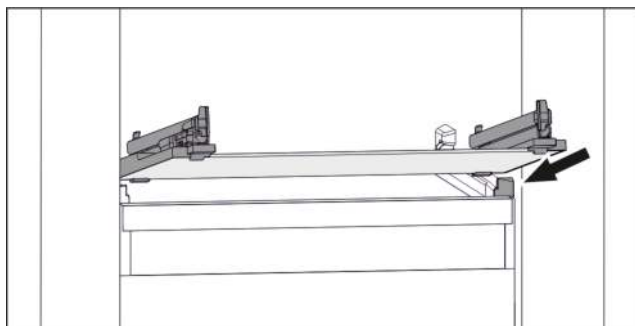

Fig. 132 Beispielhafte Darstellung der Glasplatte
- Glasplatte schräg hinter den Stopperr aufsetzen. (siehe Fig. 132)